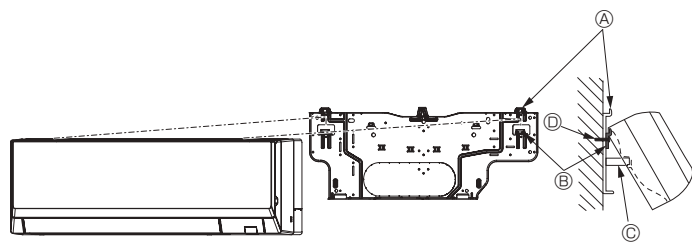

Fig. 3-14
- Si la unidad interior no puede colgarse y levantarse con el gancho normal (las dimensiones de 2.1. ⓧ (el espacio entre el techo y la unidad) son como máximo de 75 mm, 2-15/16 in.), cuelgue la unidad en el gancho inferior para la tubería izquierda. (Fig. 3-14)
#### (Fig. 3-14)